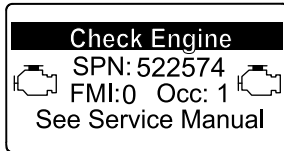

Bild 60
- Motorwarnung SPN 522574, FMI: 0 (Bild 60)